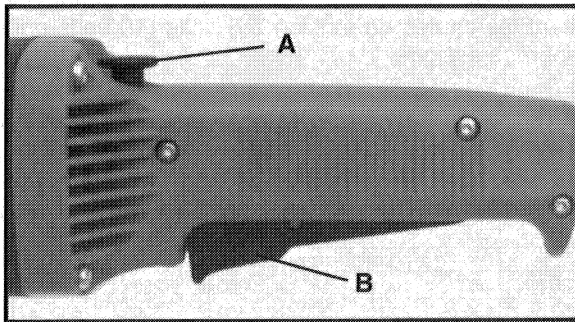

Fig. 1
3. Pour mettre la polisseuse en marche : appuyez sur le bouton de blocage de l'interrupteur (A) Fig. 1 tout en pressant l'interrupteur à palette (B) Fig. 1. Relâchez le bouton de blocage lorsque le moteur se met en marche.
5. **BLOCAGE DE L'INTERRUPTEUR** : l'interrupteur peut être bloqué en position de marche comme suit : avec le moteur en marche, appuyez sur le bouton de blocage de l'interrupteur (A) Fig. 1 et tenez-le tout en relâchant l'interrupteur à palette (B) Fig. 1. Relâchez le bouton de blocage. Pour relâcher le blocage et arrêter le moteur : pressez l'interrupteur à palette et relâchez tout en laissant le bouton de blocage libre de revenir à sa position extérieure.